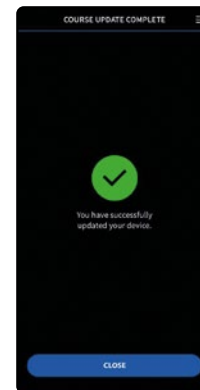

Figure 4 - Confirmation de mise à jour
5. Une fois terminé, l'application confirmera que le parcours a été mis à jour avec succès (figure 4)